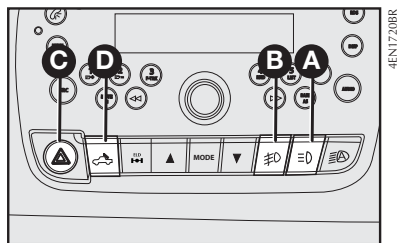

fig. 78
**C** – Botão com indicação de função para ligar/desligar as luzes de emergência **fig. 78**.
O botão de comando **A**—**fig. 78** estará habilitado com seu respectivo LED quando for instalado o componente. Para a instalação dos faróis auxiliares, recomendamos dirigir-se à **Rede Assistencial Fiat**.